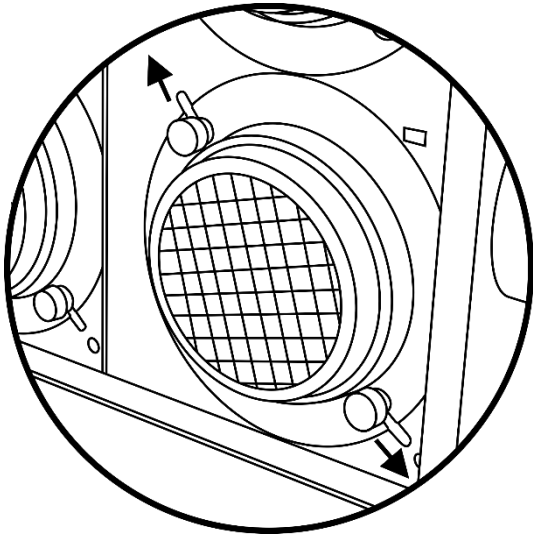

Abb. 03
- 01) Lösen Sie die zwei Halteschrauben auf der Vorderseite des Lampengehäuses (Abb. 03).